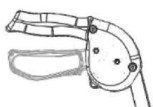

Fig. 5 (état déverrouillé)
- Tirez les poignées de frein vers le haut jusqu'à ce qu'elles se libèrent, comme illustré à la Fig. 5.